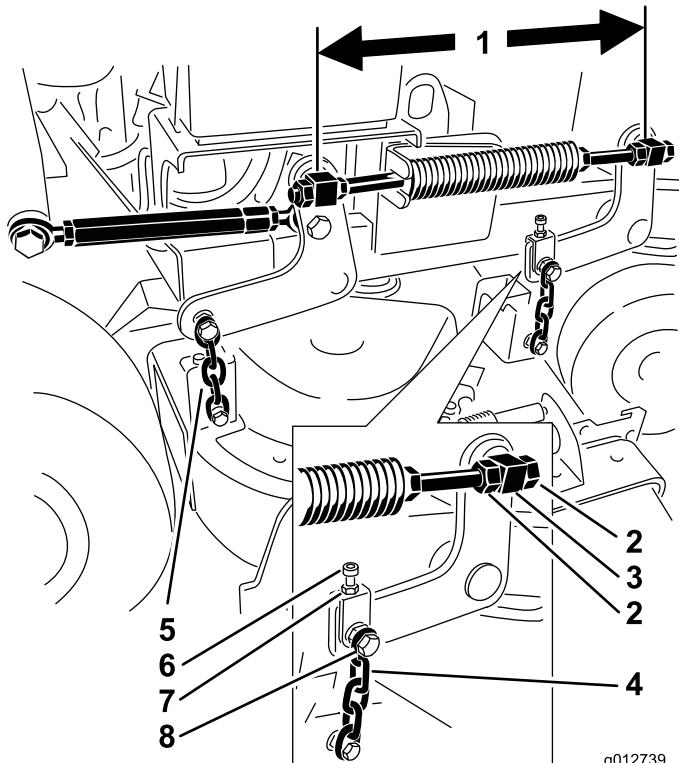

図 84
- スイベルの間の距離を点検する（スイベルについているねじ山つきのロッドの中心線から中心線までの距離を測る）。36 インチ・デッキの場合にはこの長さが 49.5 cm であることが必要であり、40 インチ・デッキの場合にはこの長さが 43.7 cm であることが必要である（図 84）。
- 前スイベルと後ろスイベルの距離の調整は、その側の前スイベルに付いているジャム・ナットで行う（図 84）。
- そして、調整ボルトで、前チェーンが2本とも同じ張りになるように調整する（図 84）。
5. 上チェーン・ボルトのナットと調整ボルトのナットをゆるめる(図 84)。
6. A 位置での高さがB 位置での高さよりも 6~10 mm 低くなるように調整ボルトで調整する(図 84)。